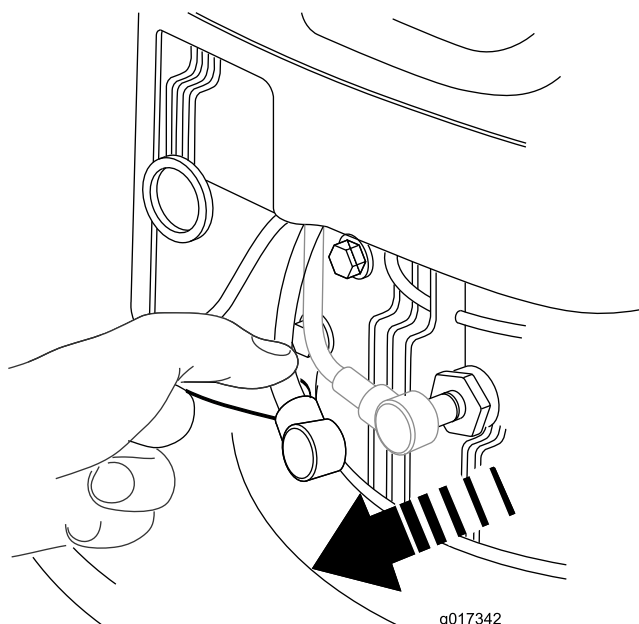

图18
2. 在执行任何维护程序之前，应断开火花塞上的火花塞电线（图18）。